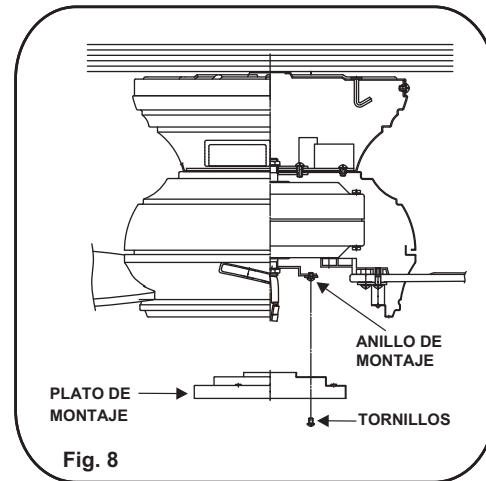

Fig. 8
Paso 2. Coloque los agujeros del plato de montaje sobre los 2 tornillos previamente aflojados del anillo de montaje, gire el plato de montaje hasta que quede fijo en su lugar en la parte angosta de los agujeros. Asegúrela apretando los 2 tornillos aflojados y también el que quitó previamente. (Fig. 8)